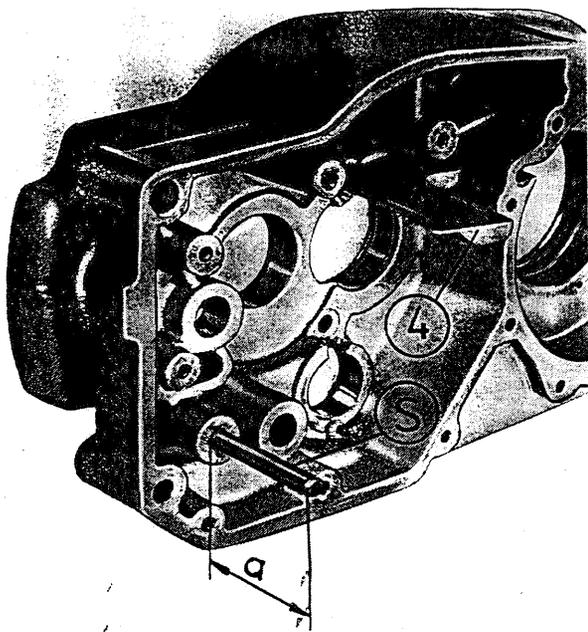

Fig. 253. Monter la butée de changement de vitesses et la tôle de conduite d'huile
- Enfoncer le clou à encoches (1) du ressort d'arrêtage de changement de vitesses dans le demi-carter gauche (côté d'embrayage).
- Enfoncer la goupille à encoches (2) pour la fixation de position de la génératrice dans le demi-carter droit.
- Enfoncer la douille d'ajustage (3) et la goupille cylindrique (4) dans le demi-carter gauche du côté d'embrayage.
- Enfoncer la goupille cylindrique 8 x 80 (S) (fig. 253) pour la butée de changement de vitesses à une hauteur de $a = 57_{-1}$ mm dans le carter.
- Enfoncer les plaques de fermeture (6) dans les alésages du demi-carter droit en partant du côté de génératrice de sorte que l'étanchéité soit assurée.